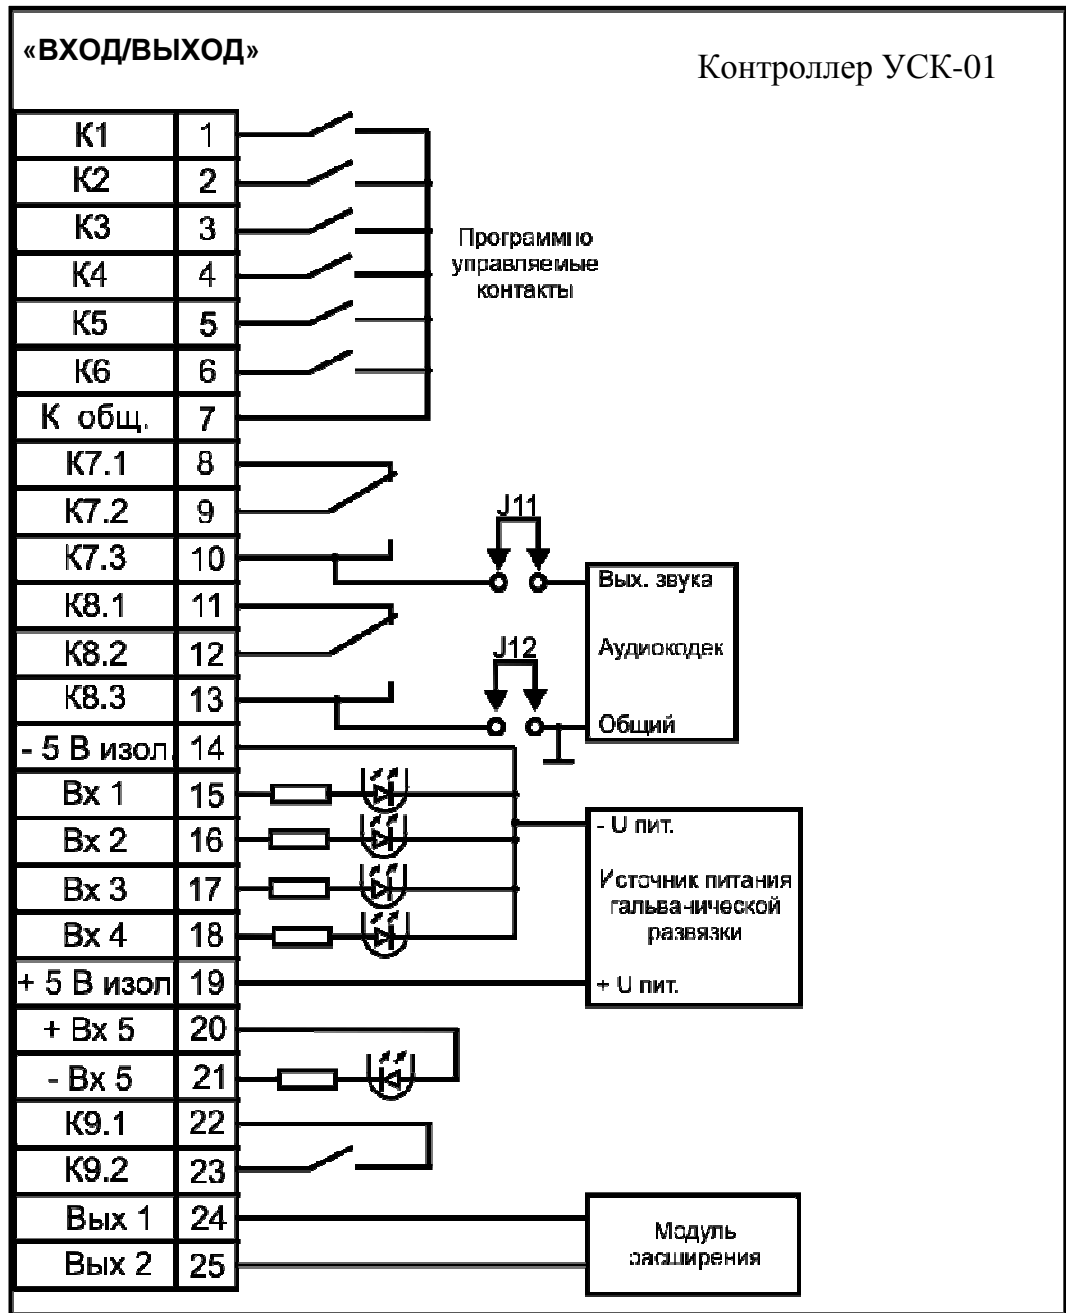
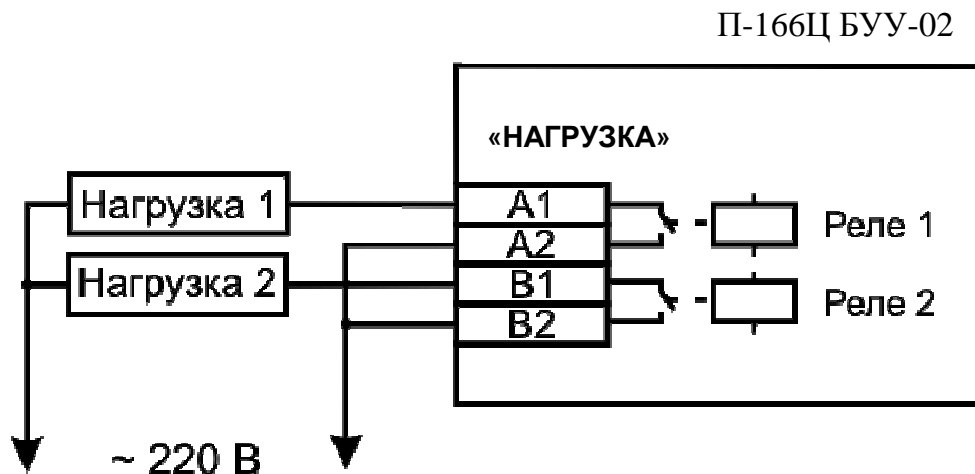

Рисунок 1.3
Рисунок 1.4
Для корректной обработки сигналов подтверждения контакты 15-17 («Вх 1» – «Вх 3») должны быть замкнуты не позднее 50 мс после срабатывания реле 1, реле 2 (см. рисунок 1.4) или группы контактов «К7», «К8». Замыкание контакта 18 («Вх 4») может быть произведено в любой момент времени;
1.4.3.2 При работе в составе КТСО П-166Ц контроллер эмулирует работу блока. При этом реле 1 (см. рисунок 1.4) выполняет функции 1-го абонента, реле 2 – второго абонента. Данные абоненты имеют тип «СИРЕНА» и могут работать в непрерывном и прерывистом режиме. Третий абонент имеет тип «РТУ» и использует группы переключающих контактов «К7», «К8» (см. рисунок 1.3) для перехвата речевого сигнала и звуковой выход контроллера для воспроизведения речевого сообщения, по-
Независимо от того, какие из абонентов задействованы в сеансе оповещения, номер команды, поступившей в данном сеансе от пульта управления, может быть передан на окончательное устройство при помощи контактов «К1» – «К6» (см. рисунок 1.3). В зависимости от номера команды один из контактов будет замкнут в течение всего сеанса.
Для формирования сигналов подтверждения от задействованных оконечных устройств контроллер использует входы «Вх1» – «Вх3» (см. рисунок 1.3), а также «Вх 4» – для формирования сигнала срабатывания датчика ЧС и «Вх 5» для формирования сигнала НСД.